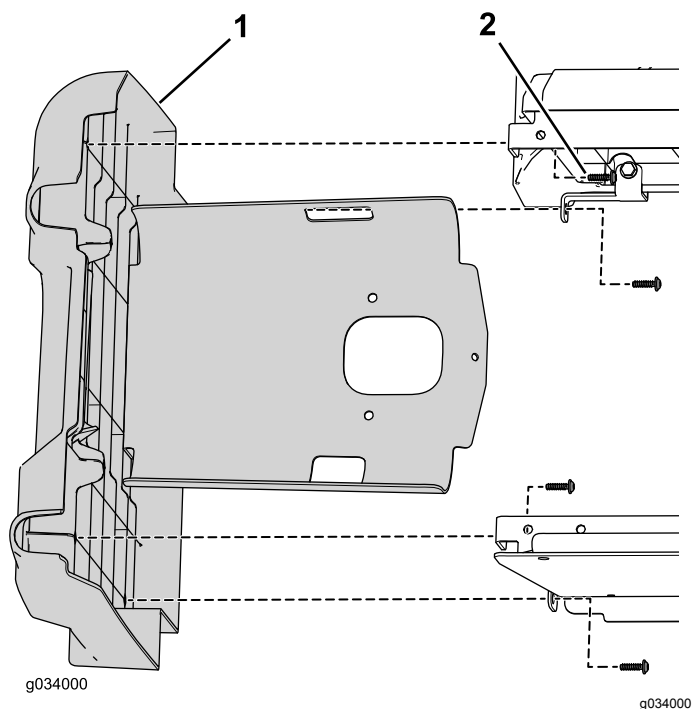

Рисунок 6
6. Отверните 4 винта крепления левой боковой панели к нижнему узлу сиденья (Рисунок 6).
4. Прикрепите левую боковую панель с помощью 4 ранее снятых винтов (Рисунок 6).